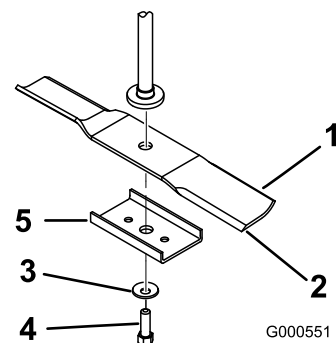

Figure 49
Tenez la lame à son extrémité avec un chiffon ou un gant épais. Enlevez de l'axe, le boulon, la rondelle bombée, le renfort et la lame (Figure 49).
1. Placez la lame sur l'axe (Figure 49).
2. Montez le renfort, la rondelle bombée (face concave vers la lame) et le boulon de lame (Figure 49).